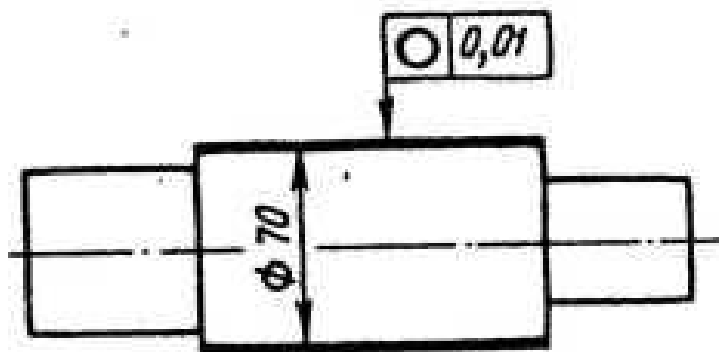

Рис.1
**Пример 1.** На наружной поверхности вала (рис. 1) задан допуск формы, обозначенный условным знаком по СТ СЭВ 368—76. Окончательную обработку этой поверхности предполагается выполнить шлифованием на круглошлифовальном станке модели 3М151.